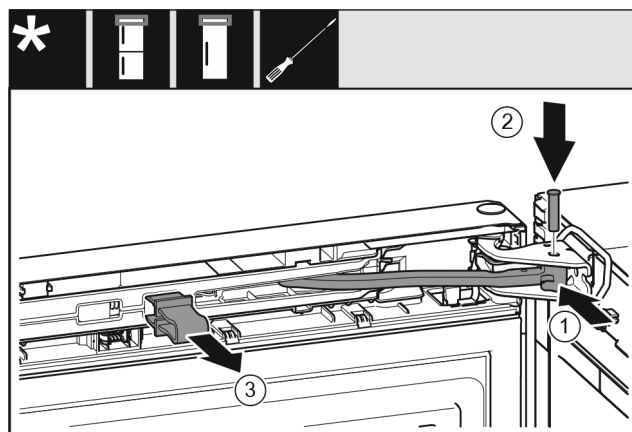

Fig. 38
- ▶ Gelenk Fig. 38 (1) in Lagerbock drehen.
- ▶ Bolzen Fig. 38 (2) in Lagerbock und Gelenk einsetzen. Dabei darauf achten, dass der Rastnocken korrekt in der Nut sitzt.
- ▶ Sicherung Fig. 38 (3) abnehmen.